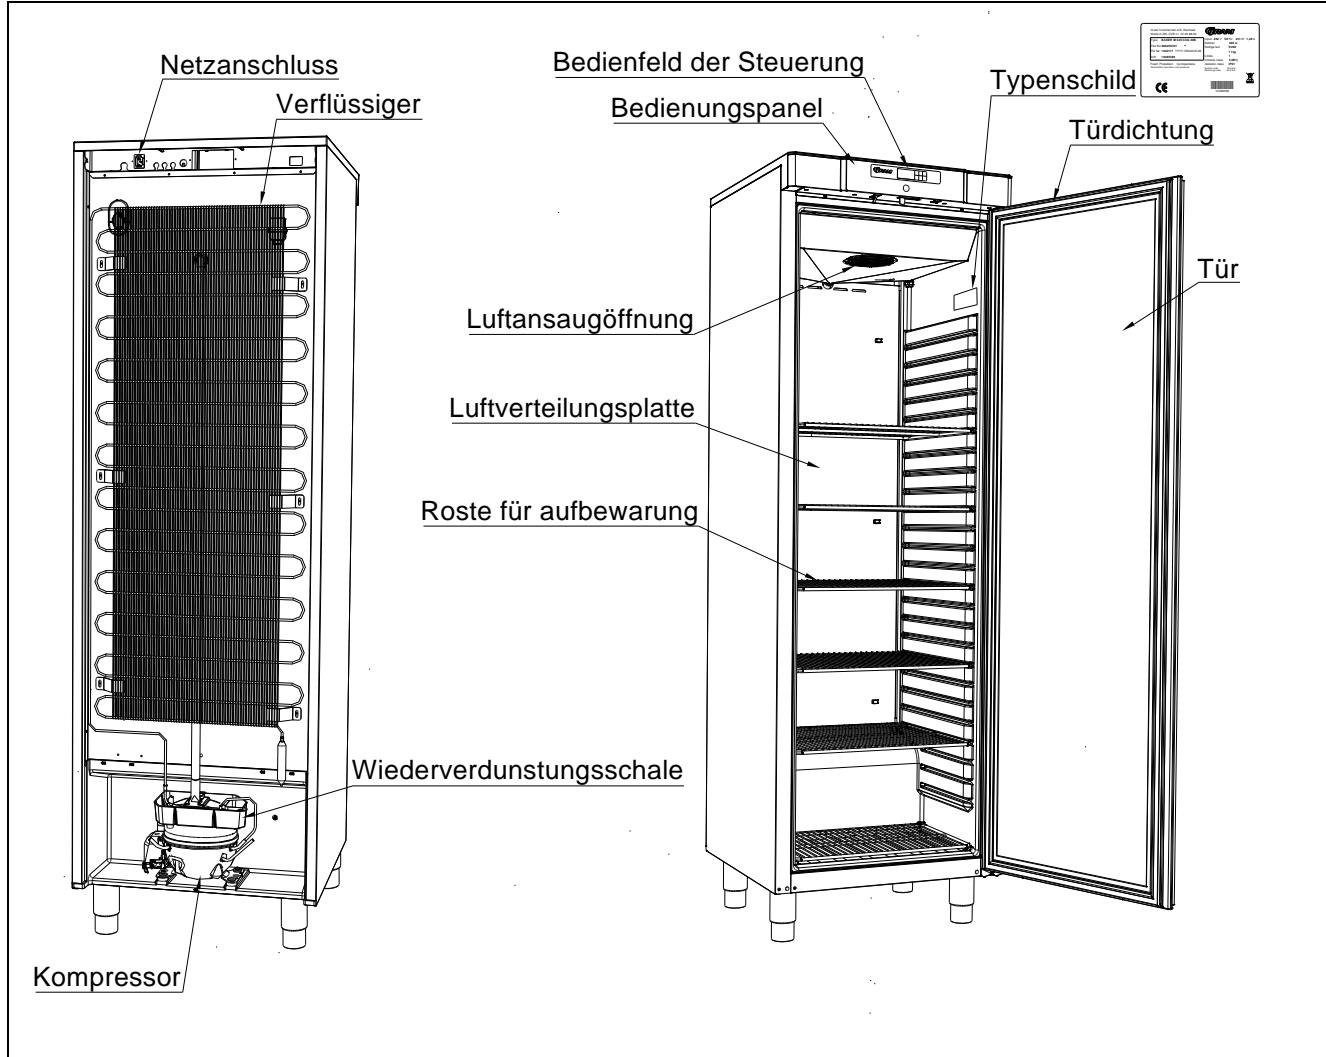

Fig. 6
-  Schließen Sie das Gerät nur an die auf dem Typenschild angegebene Netzspannung an. Bei Unklarheiten bezüglich des Anschlusses fragen Sie bitte Ihren Händler. Verwenden Sie hierzu nur die mitgelieferte Anschlussleitung 3x1mm² (Fig. 6).